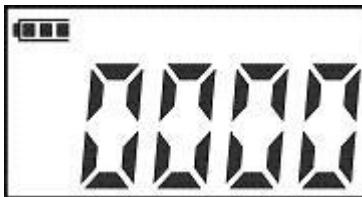

Рисунок 6.3
6.5 Для подстройки «нуля», установки нулевого значения, необходимо удостоверится в отсутствии избыточного давления и кратковременно нажать кнопку  <0>, после чего на индикаторе отобразится значение величины измеренного давления равное нулю (рисунок 6.3).